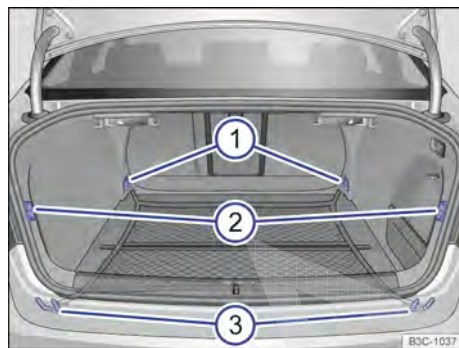
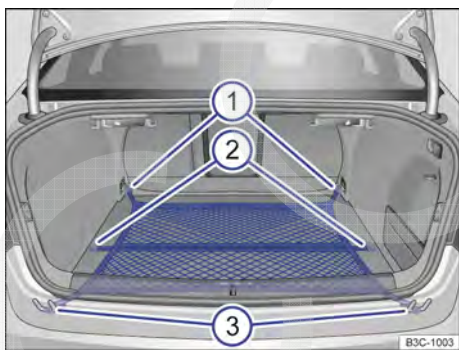

Fig. 187 No compartimento de bagagem: olhais ① e ③, bem como suporte ② para prender a rede para bagagem.
Fig. 186 No compartimento de bagagem: rede para bagagem presa de forma plana.
- Prender os ganchos → Fig. 186 ① da rede para bagagem nos olhais de amarração no encosto do banco traseiro → Fig. 187 ① → ⚠. O zíper da rede para bagagem deve estar voltado para cima.
- Prender os ganchos → Fig. 186 ③ nos olhais de amarração → Fig. 187 ③ no canto do compartimento de bagagem.
- Prender os ganchos curtos → Fig. 186 ② da rede para bagagem nos suportes → Fig. 187 ② → ⚠. O zíper da rede para bagagem deve estar voltado para cima.
- Prender os ganchos → Fig. 186 ① e ③ nos olhais de amarração → Fig. 187 ③.